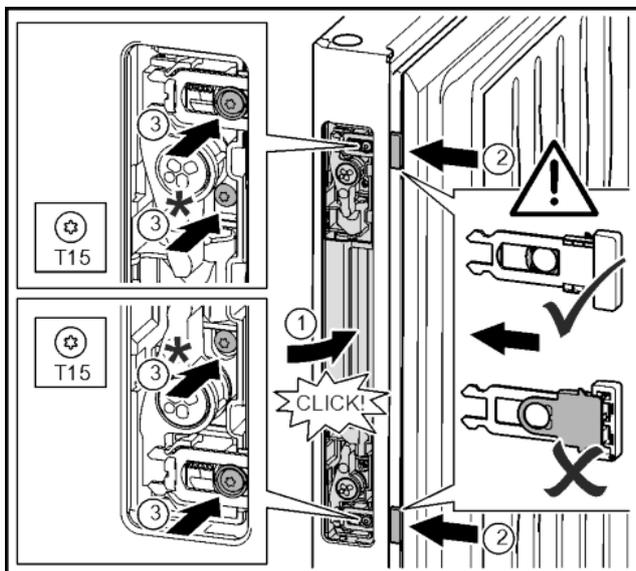

Fig. 22
- ▶ Вставте пристрій відкривання дверей в отвір протилежної сторони, щоб він зафіксувався. Fig. 22 (1)
- ▶ Просуньте штовхачі відкривання дверей по пазам, доки вони не зафіксуються. Fig. 22 (2)
- ▶ Закрутіть гвинти за допомогою викрутки T15 разом з пластмасовим виступом. Fig. 22 (3)